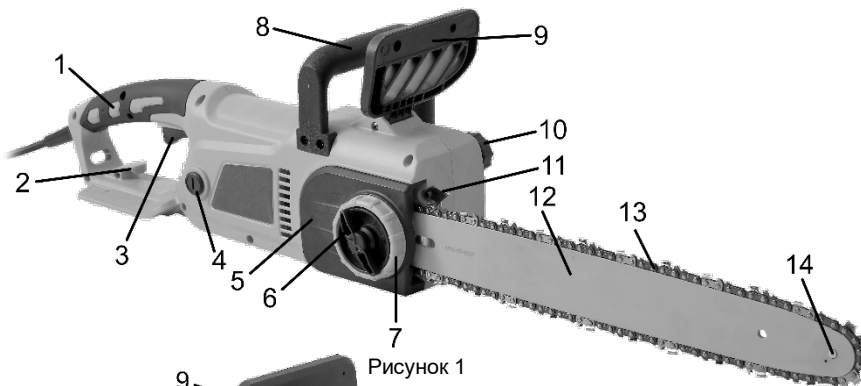

Рисунок 1
4.1.2 Переведіть щиток захисного пристрою (9, рисунок 1 або 2) в бік пиляльної гарнітури (гальмо ланцюга активовано).
4.1.3 Перевірте, що пускова клавіша не заблокована в увімкнутому положенні. Вставте штепсельну вилку в розетку подовжувача, який потрібно зафіксувати петлею, яка накинута на гачок (2, рисунок 1 або 2) через отвір в рукоятці.